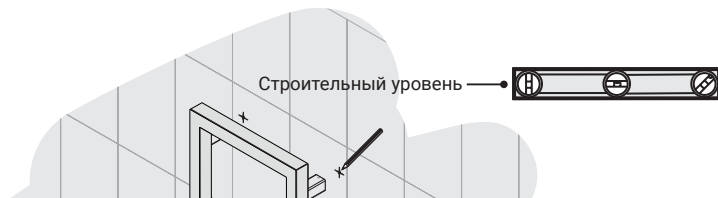
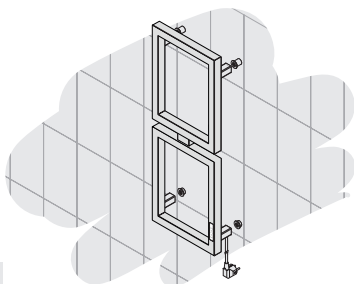
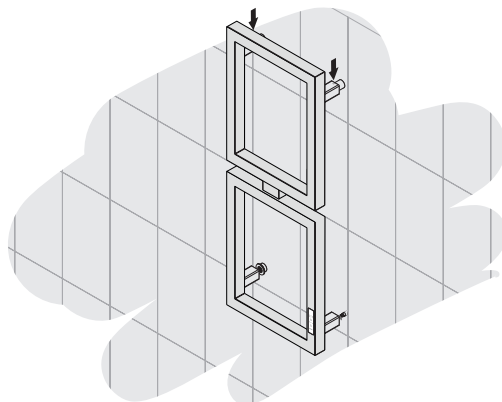

Рис. 1
Рис. 2
Рис.12
4.1.2. Произвести «примерочный» монтаж полотенцесушителя. Для точной разметки точек крепежа рекомендуется использовать строительный уровень (рис. 1).
4.1.3. Сделать метки на стене (рис. 1). При установке полотенцесушителя с сетевым шнуром используются четыре точки крепления (рис. 2).
- 4.3.2. Произвести «**примерочный**» монтаж полотенцесушителя. Для точной разметки точек крепежа рекомендуется использовать строительный уровень (см. рис. 1).
- 4.3.3. Сделать метки на стене (см. рис. 1). При монтаже через скрытую проводку используются три точки крепления. В месте четвёртого крепления рассчитывается вывод кабеля из стены (рис. 12).
- 4.3.5. Произвести «**черновой**» монтаж полотенцесушителя, используя стопорные винты в верхних креплениях (рис. 12). Длинные шайбы скрытого крепления позволяют при установке отодвинуть полотенцесушитель от стены для удобства соединения его к скрытой проводке.